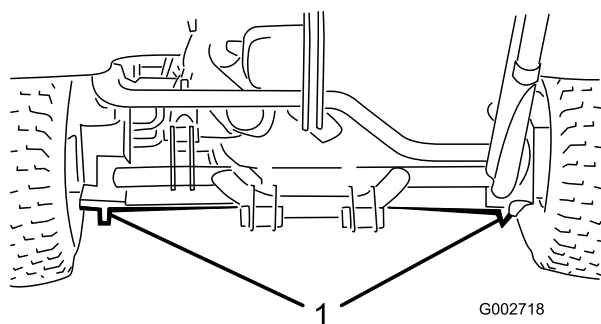

図 19
- ・ 左右の後ホイール・モータの下フレーム部分(図 19)